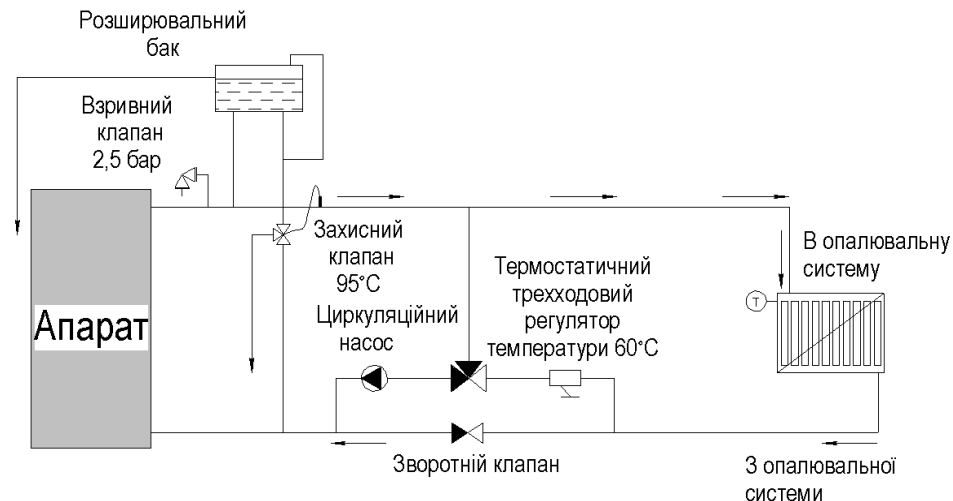
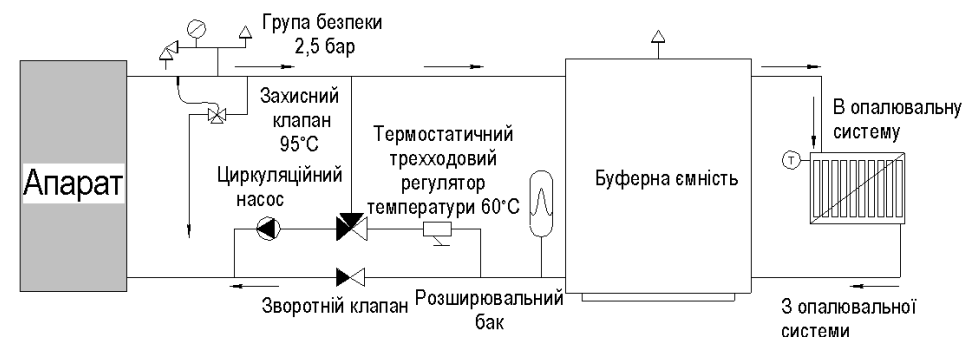

Рис. 5. Рекомендована схема приєднання апарата до відкритої системи опалення
Рис. 6. Рекомендована схема приєднання апарата до закритої системи опалення
УВАГА! При першому розпалі апарата, коли вода в системі не прогріта, можливе природне випадання конденсату в середині апарата. Після прогрівання конденсат зникає. Для зменшення утворення конденсату використовуйте одну із рекомендованих схем підключення апарата до системи опалення (Рис.5 або Рис.6)
2.2.2.2.6 Схема під'єднання апарата до системи опалення приведена на рис. 5 і рис.6.